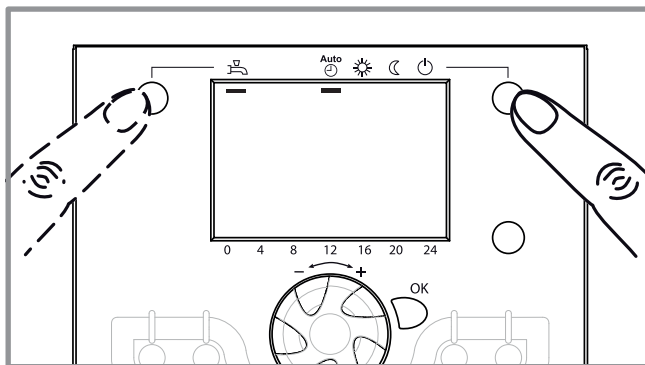

figure 56 - Sélection du régime de chauffe AUTO et puis du régime ECS (selon modèle ou option)
- Sélectionner le régime de chauffe "AUTO" (figure 56).
- Selon modèle et option, sélectionner le régime "ECS" (figure 56).